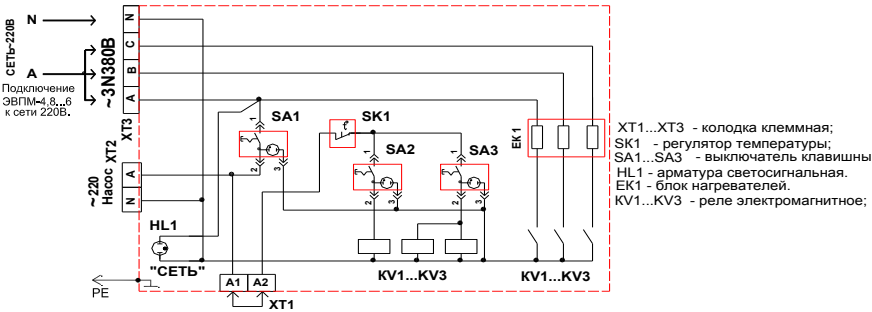

Рис. 3 ЭВПМ-4,8...12(3 реле, 3 нагревателя) Схема электрическая принципиальная.
6.7. Система с естественной циркуляцией (рис. 3) зависима от расположения водонагревателя (котла) и требует монтажа труб большого диаметра. Водонагреватель, с целью улучшения условий циркуляции воды в системе отопления, необходимо установить так, чтобы его нижний патрубок был ниже радиаторов отопления (нижней точкой всей системы отопления), что выполнить не всегда удается.